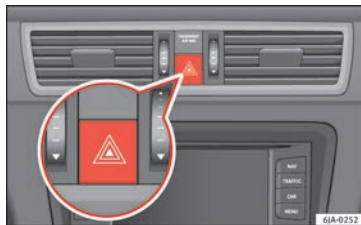

Fig. 133 Cuadro de instrumentos: conmutador de los intermitentes de emergencia.
- Los intermitentes de emergencia se encienden y apagan pulsando la tecla  » » **fig. 133.**